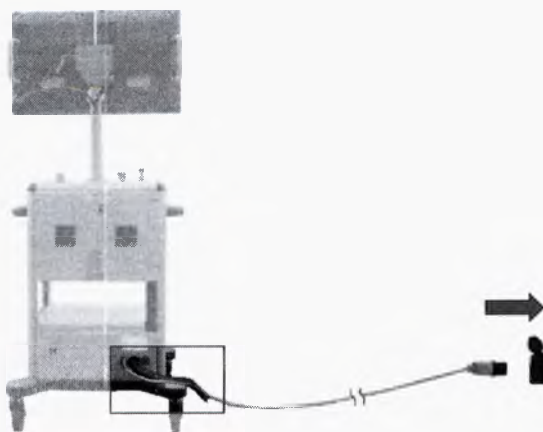

Рисунок 32
8.1.2 Подсоедините стойку с мониторами к сети питания (см. рисунок 32).